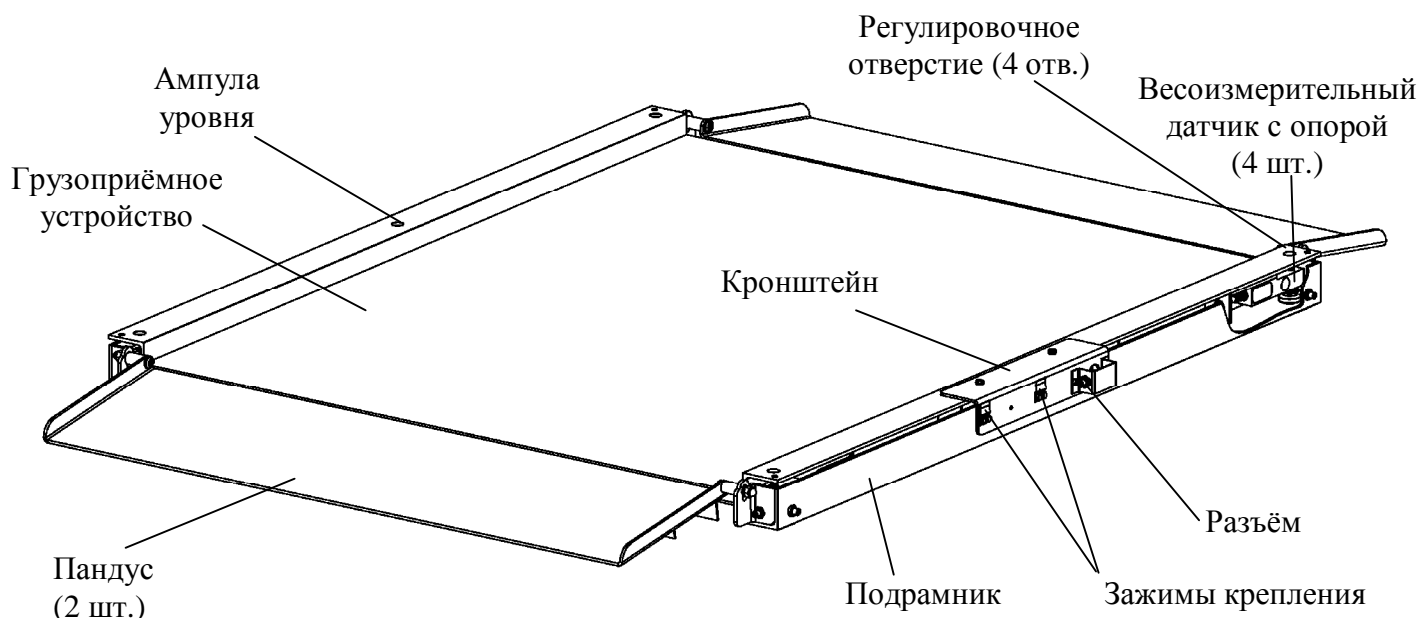

Рис. 5.1 - Платформа весовая
5.1 Платформа весовая состоит из грузоприёмного устройства, на котором установлены четыре цифровых весоизмерительных датчика с опорами (рис. 5.1), и подрамника с двумя пандусами.